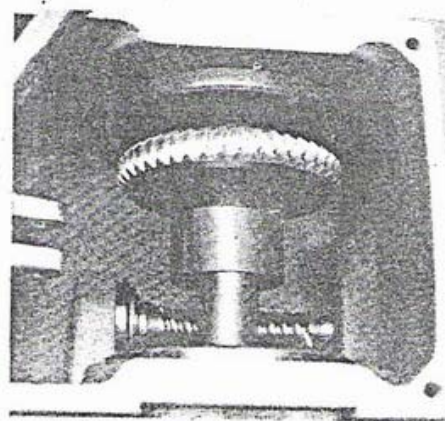

图 55
- 把无后连接杆的偏心轴装置装入齿轮盒，转动 180° ，以使齿轮不咬合（图 55）。